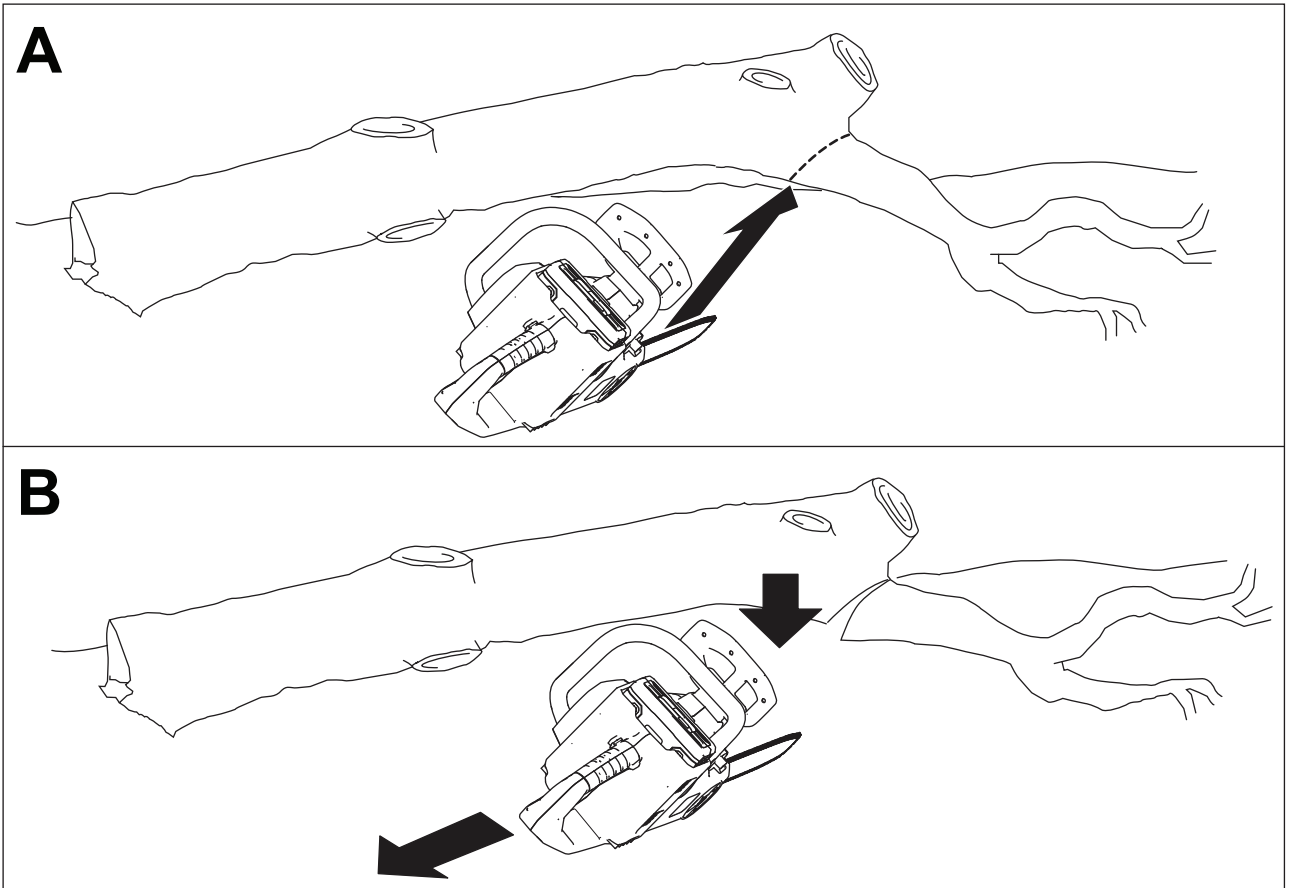

Figure 18
3. Coupez les grosses branches qui supportent le poids de l'arbre en procédant de bas en haut pour éviter que les branches pincet la lame (Figure 18).